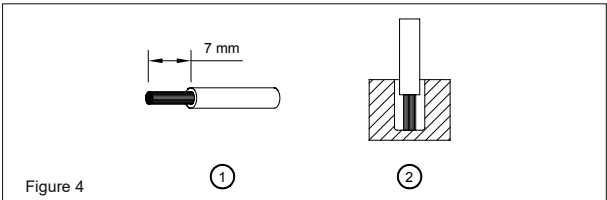

Figure 4
(1)	0,82-3,3	18-12	9,3	8,1
(2)	0,82-3,3	18-12	6,2	5,4
Um sichere und stoßfeste Anschlüsse gewährleisten zu können, sollte die Abisolierlänge 7mm betragen (siehe Abb. 4 (1)). Bitte sorgen Sie dafür, dass die Kabel vollständig in die Anschlussklemmen eingeführt werden, siehe Abb. 4 (2).